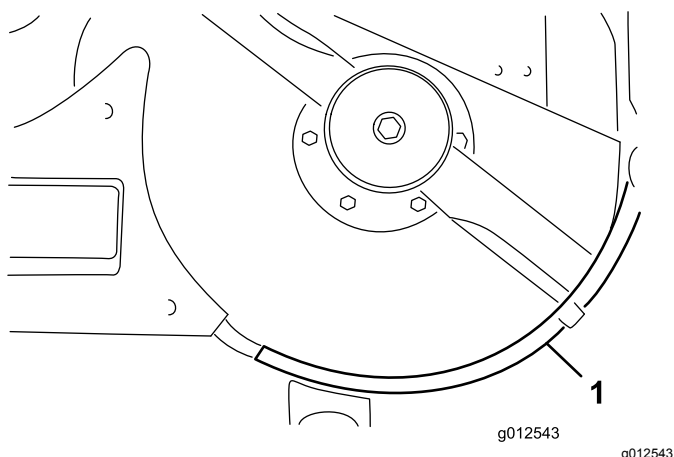

図 15
10. 左シェルフをデッキに取りつけるボルト $\frac{1}{4}$ -20 x 1" 2本、ボルト $\frac{1}{4}$ -20 x $\frac{3}{4}$ "1本、ロックナット3個を使用する 図 15。ボルトは、頭部がデッキの内側にくるように取り付け。